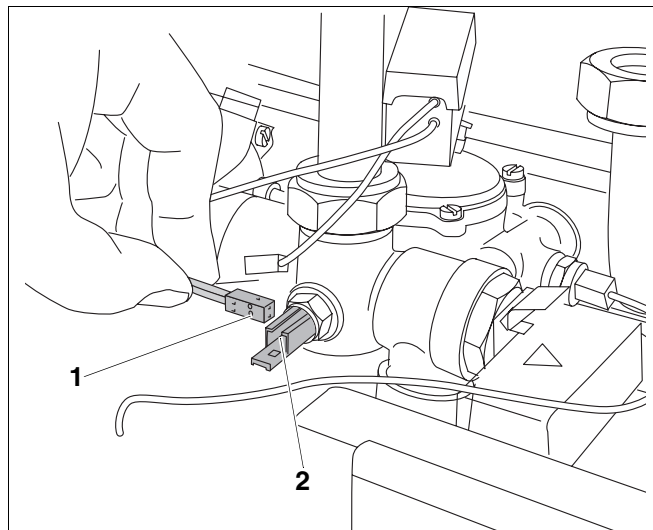

Fig. 20 Vérifier le fonctionnement de la sonde pour eau de chauffage
- Débrancher le raccordement à fiche (fig. 20, pos. 1) du câble menant à la sonde pour eau de chauffage (fig. 20, pos. 2).